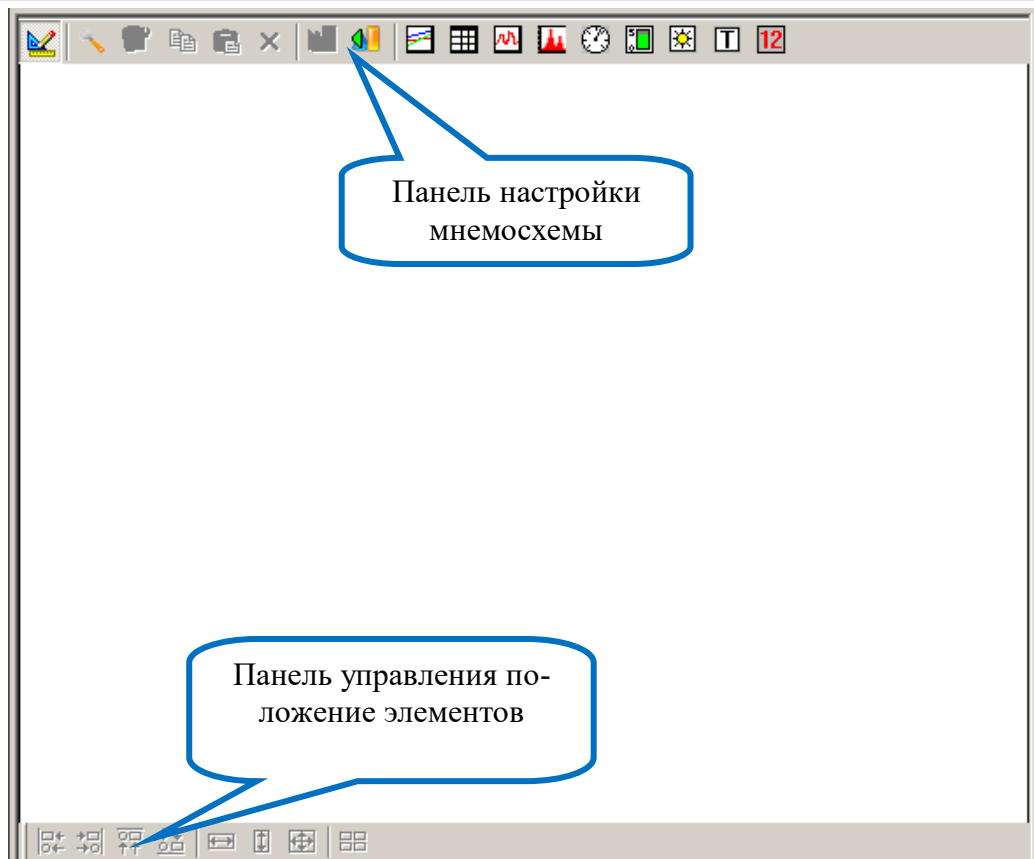

Рис. 7-5 Новая страница для создания мнемосхемы
- После нажатия кнопки **Активировать**, окно закроется, и на экране отобразится новая страница (Рис. 7-5).